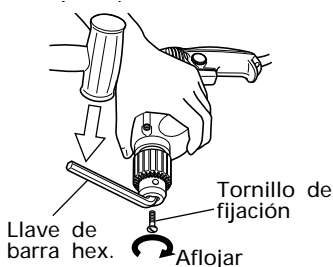

Fig. 8
(1) Desmontaje del portabrocas del taladro (Fig.8)